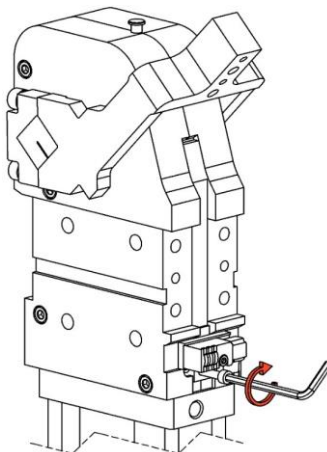

Imagen 2
- Llevar un tornillo M6 de min.40mm en contacto con el acoplamiento dentado y enroscarlo hasta liberar el sistema (~4 vueltas); (imagen 2)